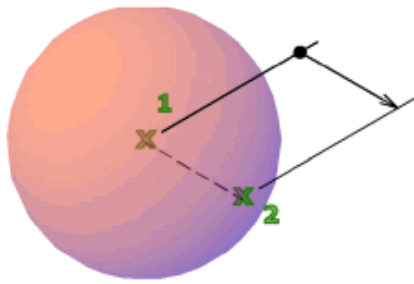

Рисунок 7.8 – 3D сфера
Для створення моделі 3D сфери введіть **ШАР** у командному рядку або натисніть кнопку на панелі *Моделирование* → *Ящик* → *Сфера* (рис. 7.8).
Сфера будується за двома параметрами: центральна точка (1) та точка на радіусі (2) (рис. 7.8).